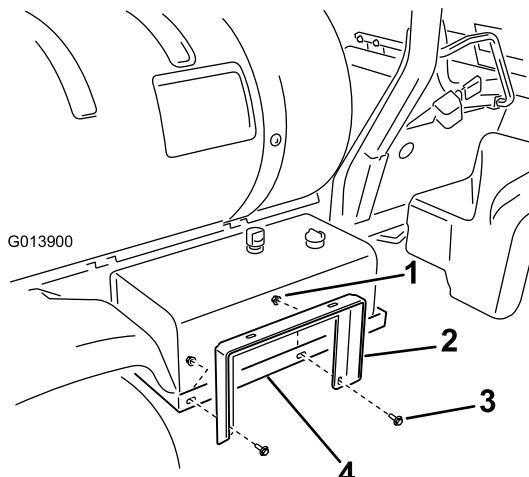

Рисунок 8
- Установите опору шлангового барабана на опору гидравлического бака (Рисунок 8) с помощью двух болтов с фланцевой головкой (3/8 x 1 дюйм) и двух гаек с фланцем (3/8 дюйма). Не затягивайте полностью гайки чтобы затем выполнить необходимые регулировки.
- Установите опору шлангового барабана на крепежные планки шлангового барабана (Рисунок 8) с помощью двух болтов с фланцевой головкой (3/8 x 1 дюйм) и двух гаек с фланцем (3/8 дюйма).